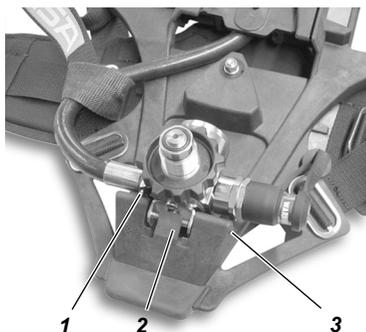
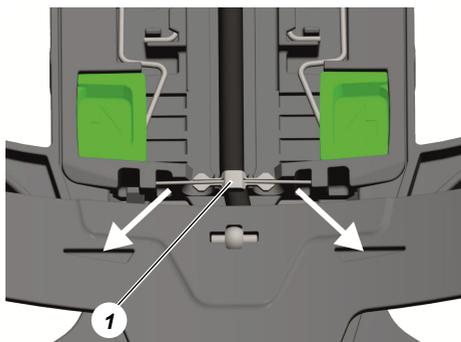

Abb. 20 Druckminderer entfernen
Abb. 21 Schlauch entfernen
- (4) Schulterpolster in den seitlichen Führungsschlitzen der Verstellplatte in unterste Position schieben, Knöpfe leicht nach außen anwinkeln und aus der Führung herausnehmen.
- (5) Schulter- und Hüftgurte aus der Trageplatte ausknöpfen.
- (6) Arretierstift (→ Abb. 21) der Mehrkammerleitung schräg nach unten drücken und entfernen.
- (7) Gleiches auf der anderen Seite der Trageplatte vornehmen.
- (8) Mehrkammerleitung aus der Führung auf der Trageplatte herausnehmen.
- (9) Achse (3) in Halterung des Druckminderers herausdrücken (→ Abb. 20).
- (10) Druckminderer von der Trageplatte entfernen, dabei die Rastfeder (2) **nicht** hoch drücken.